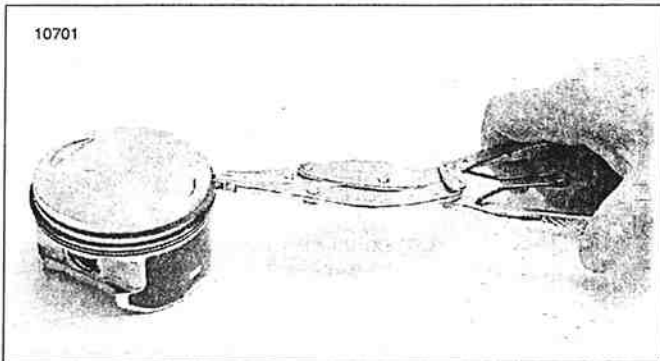

Figura 3-52. Instalación de los anillos del pistón
2. Vea la Figura 3-52. Aplique aceite para motor a las ranuras del pistón. Use una herramienta de expansión de anillos de pistón para deslizar los anillos de compresión sobre el pistón en sus ranuras correspondientes. Tenga especial cuidado de no expandir demasiado, torcer los anillos o dañar la superficie del pistón cuando instale los anillos.